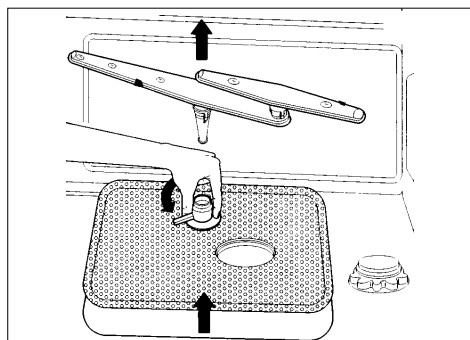

fig. 12
- Enlevez l'arroseur du bas en le tirant vers le haut. (voir fig. 12).